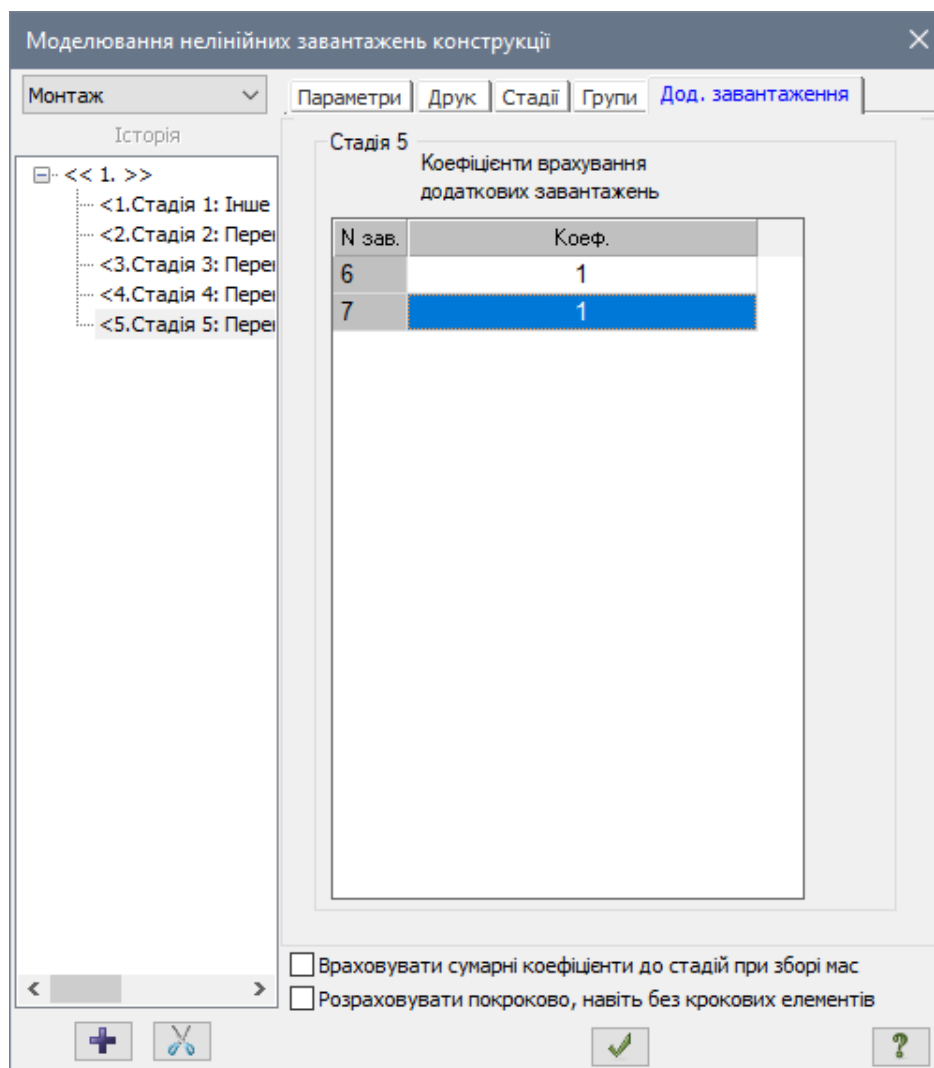

Рис. 23.37. Діалогове вікно **Моделювання нелінійних завантажень конструкції**
- Викличте діалогове вікно **Моделювання нелінійних завантажень конструкції** (рис. 23.37) натисканням по кнопці  – **Стадії монтажу** (панель **Монтаж** на вкладці **Розрахунок**).